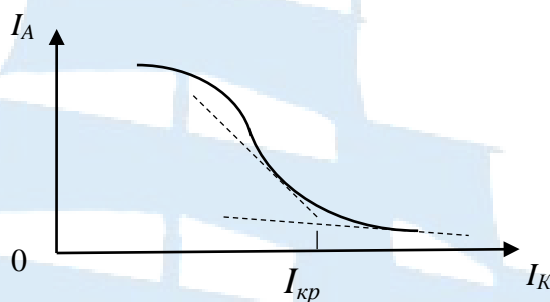

Рис. 3
5. По результатам измерений  $I_K$  и  $I_A$  для трех значений анодного напряжения построить графики функции  $I_A = \varphi(I_K)$ , (так называемые сбросовые характеристики, см. рис. 3).
участке её спада и прямую линию, соответствующую изменению минимальных значений анодного тока, до взаимного пересечения (как показано на рис. 3). Занести значение  $I_{кр}$  в табл. 2.